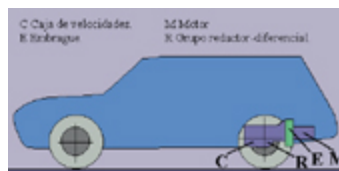

Fig. 4
- **Motor trasero y propulsión (fig. 4)**